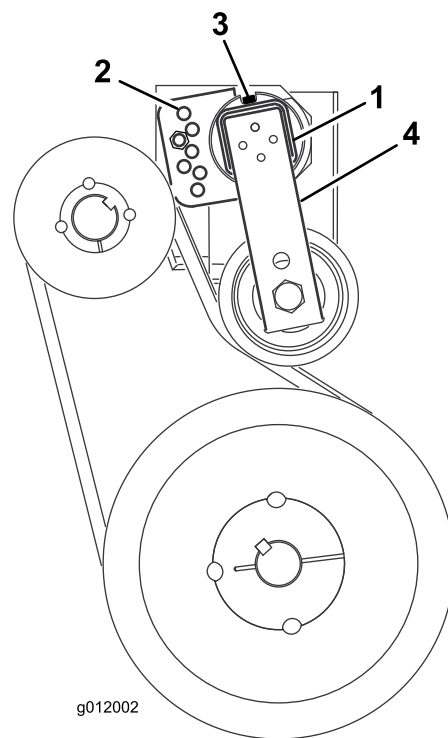

Bild 15
3. Entfernen Sie die Kopfschraube und Mutter, mit denen die Spannvorrichtungsführung am Bläserahmen befestigt ist (Bild 15).
4. Lösen Sie hinten am Rahmen die Kopfschraube, mit der die Spannvorrichtung des Riemen am Rahmen befestigt ist (Bild 15).
6. Setzen Sie die Kopfschraube in die ausgefluchteten Führungslöcher ein und befestigen sie mit der Mutter (Bild 15).